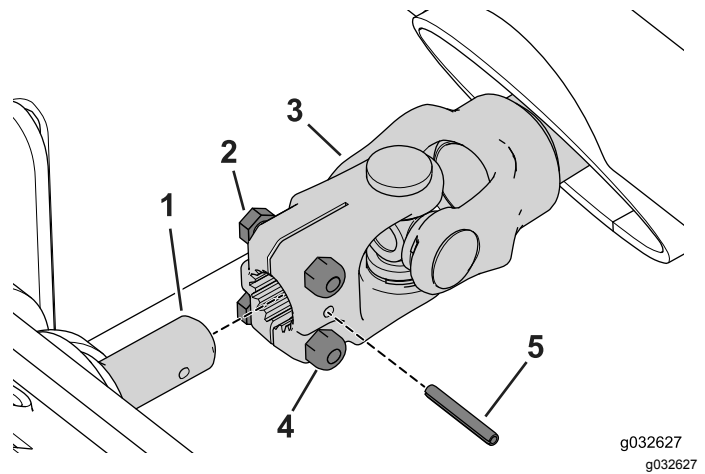

Figure 125
1. Utilisez la goupille cylindrique pour accoupler l'arbre d'entraînement à l'arbre du boîtier d'engrenages (Figure 125).